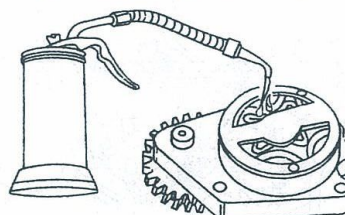
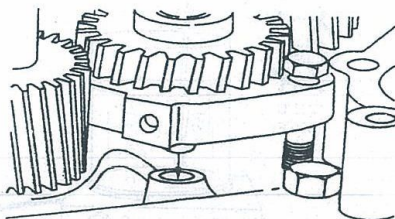

图 1-396 安装后盖并润滑机油泵
图 1-397 安装机油泵
10) 安装后盖, 并用机油润滑机油泵, 见图 1-396; 安装机油泵, 见图 1-397。